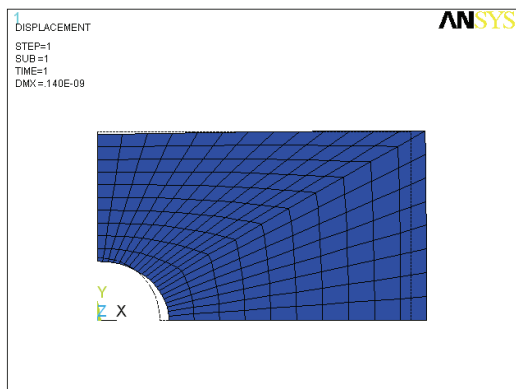

图 3-21 变形后的几何形状和未变形轮廓显示
1) 选择 Main Menu | General Postproc | Plot Results | Deformed Shape 命令，出现 Plot Deformed Shape 对话框，在 KUND Items to be plotted 选项中选择 Def+undef edge 选项，单击 OK 按钮，ANSYS 显示窗口将显示变形后的几何形状和未变形的轮廓，如图 3-21 所示。